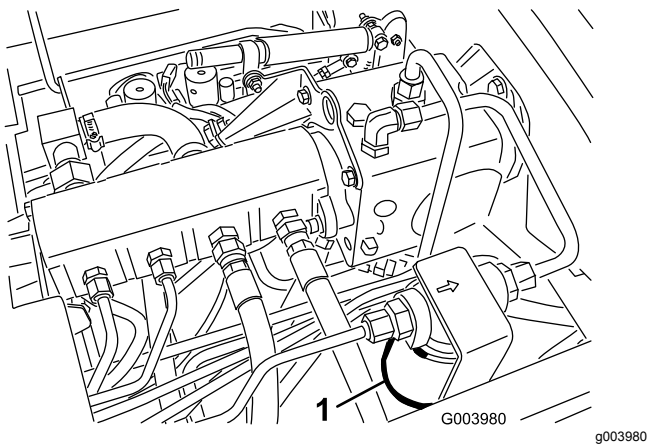
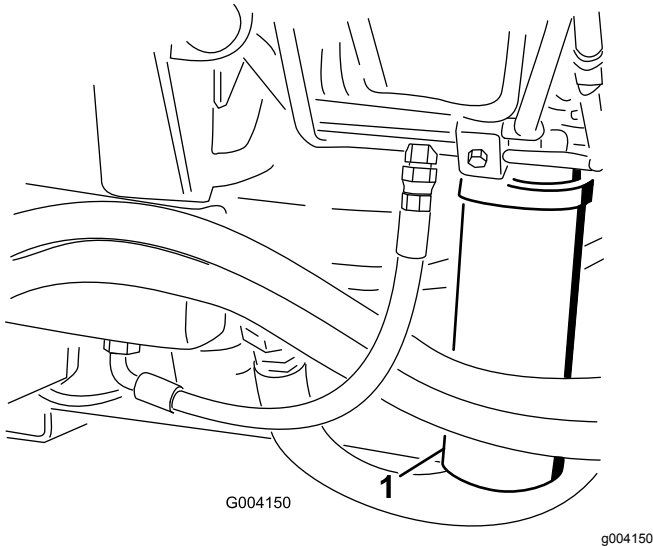

Figura 70
Figura 71
2. Pulite l'area di montaggio del filtro e collocate una bacinella di spurgo sotto il filtro (**Figura 70**) e (**Figura 71**).